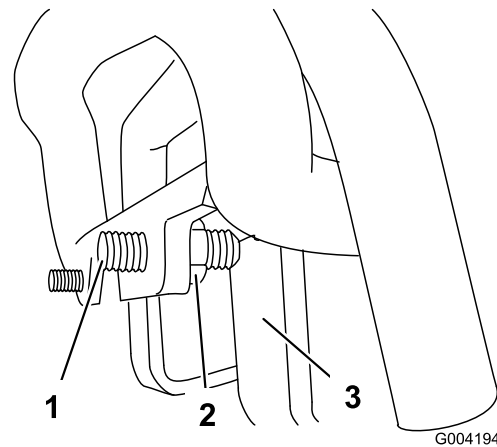

Figura 54
tornillo de fijación de desplazamiento en la parte delantera del control de tracción (Figura 54).
3. Si la máquina se desvía a la **izquierda**, afloje la contratuerca de la **derecha** y ajuste el tornillo de fijación de desplazamiento en la parte delantera del control de tracción (Figura 54).